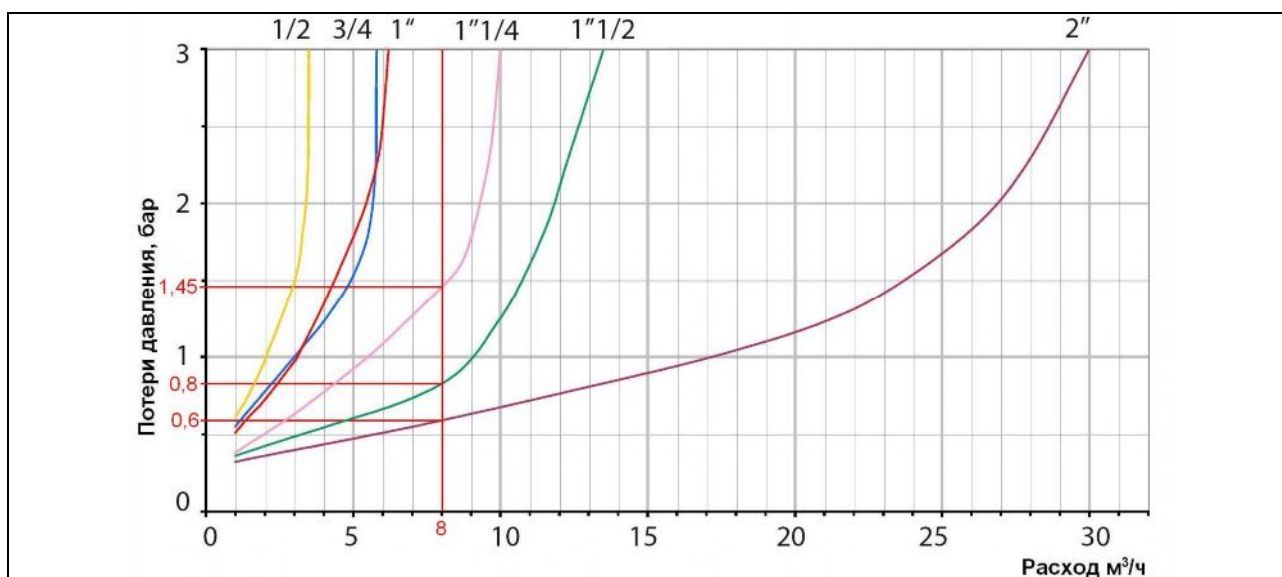

Рис. 3 Диаграмма потерь давления на клапане типа 7BIS в зависимости от расхода через него.
2. Выбрать условный проход клапана редукционного типа 7 bis (рис. 3)
Требуемый расход среды через клапан 8 м³/ч. Согласно диаграмме (рис.3) для расхода 8 м³/ч можно выбрать клапаны с условными проходами: Ду 32 , Ду 40, Ду 50.